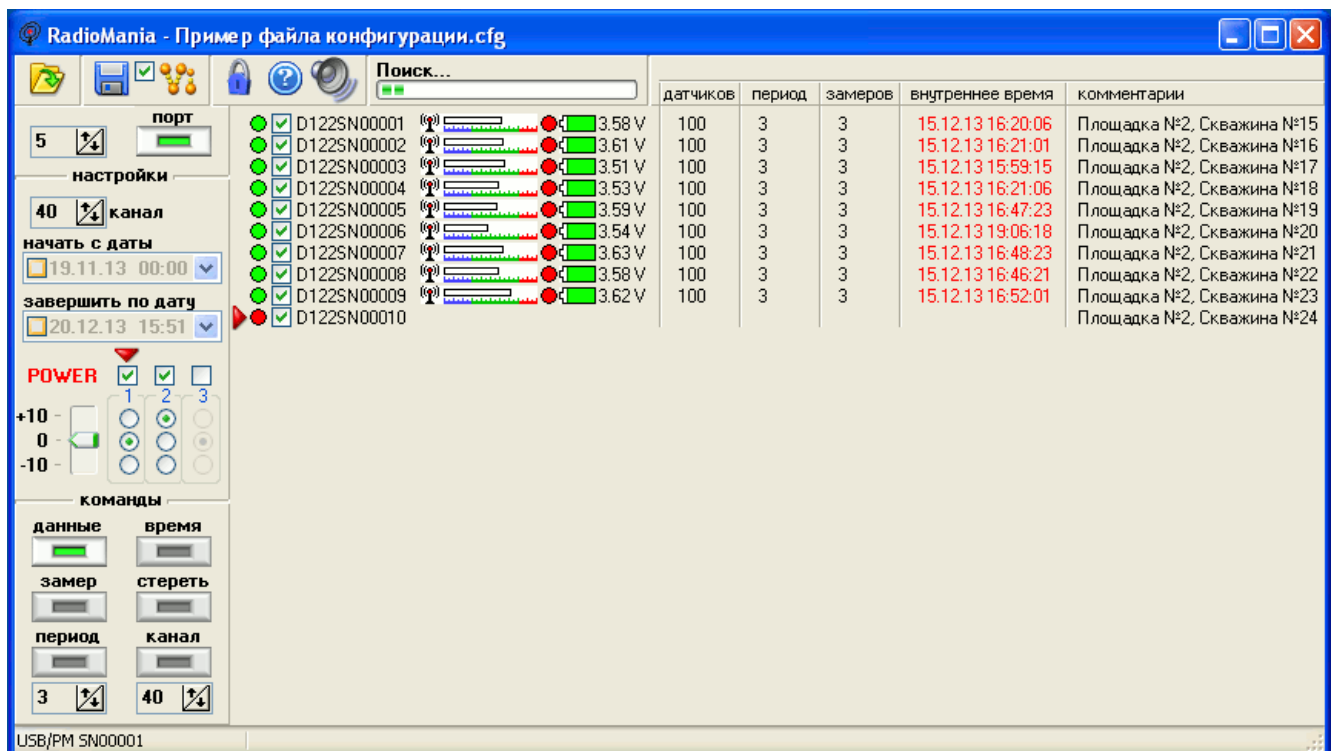

Рисунок 14 – ПО «RadioMania»
- запустить ПО «RadioMania» (рисунок 14);